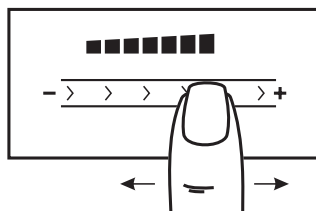

Рис.5
2. Выбор необходимого уровня мощности производится перемещением пальца по специальной поверхности « $\text{\textcircled{4}}$ » - «скользящая кнопка» (рис. 5). Когда уровень мощности меняется, звучит сигнал, а в окне выбранной конфорки отображается мощность от «0» до «9» и «P».
1. Работающую конфорку касанием зоны ② перевести в режим управления.
2. Перемещая палец по поверхности ④ - «скользящая кнопка» измените режим нагрева конфорки (рис. 5).